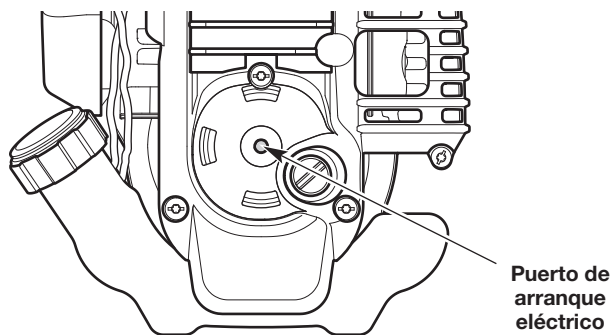

Fig. 11
4. Inserte el accesorio de arranque eléctrico dentro del orificio de arranque eléctrico (Fig. 11).